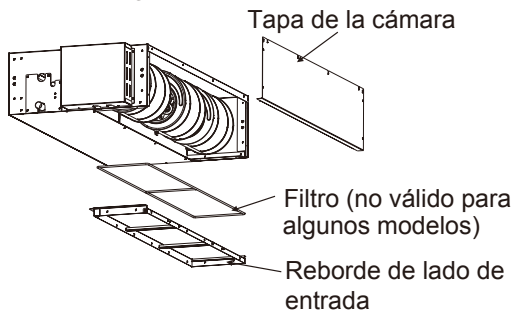

Fig. 3.1.4
(2) Vuelva a colocar la tapa de la cámara como se muestra en la Imagen 3.1.4, vuelva a colocar la brida del lado de la entrada como se muestra en la Imagen 3.1.4